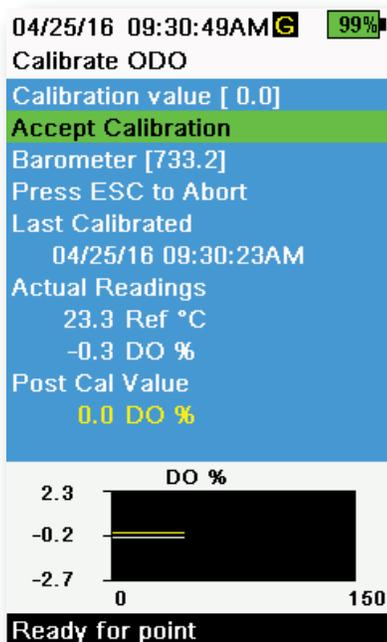

Figura 53 Calibración de ODO de punto cero
3. Observe las lecturas reales de la estabilidad (la línea blanca en el gráfico no muestra ningún cambio significativo durante 40 segundos). Luego, seleccione **Accept Calibration** (Aceptar calibración) (Figura 53). En el área de mensajes aparecerá: "Calibration successful!" (¡Calibración con éxito!)